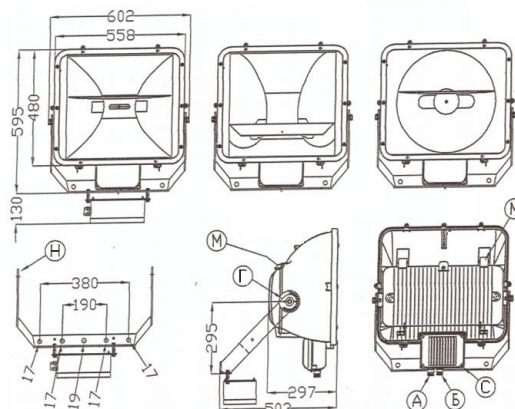
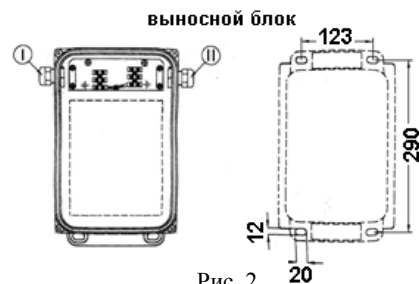

Рис. 1
Рис. 2
1.1. Пржектор заливающего света с симметричным, асимметричным и круглосимметричным отражателем и с блоком перезапуска (рис. 1) предназначен для архитектурной подсветки, экспозиционного освещения, освещения спортивных площадок и залов и др. и рассчитан для работы в сети переменного тока 380 В ($\pm 10\%$), 50 Гц ($\pm 0,4$ Гц). Качество электроэнергии должно соответствовать ГОСТ 13109-97.
5.2. Распаковать пржектор с закрепленным на лире блоком горячего перезапуска (рис. 1) и выносной блок (рис. 2).
5.5.3. Открыть крышку блока подключения пржектора «С» (рис.1).
- 5.8. Установить прожектор под необходимым углом к вертикали, используя угломерную шкалу “Т” (рис.1).